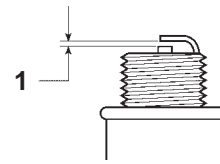

Figure 14
4. Réglez l'écartement des électrodes de la bougie neuve à 0,76 mm (0,030 pouce) (Fig. 14).